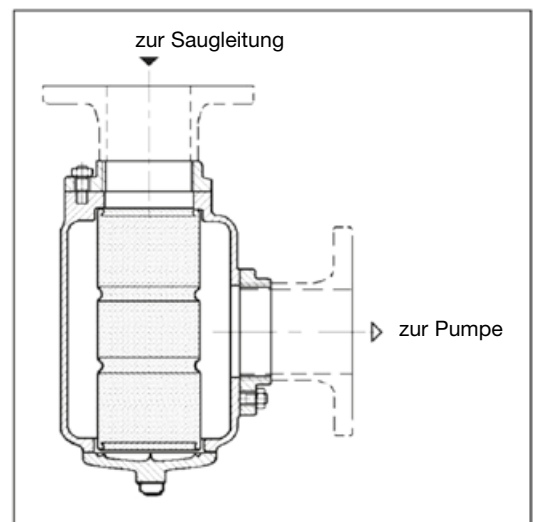

Abb. 10
- q) Installieren Sie einen Filter in der Saugleitung, um Verunreinigungen oder Fremdkörper in der Flüssigkeit zurückzuhalten, die zu einer Blockierung der Pumpe führen könnten. Der Filterkorb muss eine ausreichend große freie Durchgangsfläche haben, um übermäßige Druckabfälle am Pumpeneinlass zu vermeiden. Achten Sie bei einer hohen Viskosität besonders auf die Größe des Filters. Die Maschenöffnungen müssen groß genug sein, um die Funktion nicht zu beeinträchtigen. Die maximale Filterlochgröße beträgt 0,5 mm für alle Pumpenmodelle (V 25-2 bis V100-2). Installieren Sie den Filter so, dass er leicht gereinigt werden kann. Achten Sie bei der Montage des Filters darauf: Der Durchfluss muss den Anweisungen des Herstellers entsprechen und in jedem Fall so sein, dass er von innen nach außen der Patrone gerichtet ist (Abb. 10).